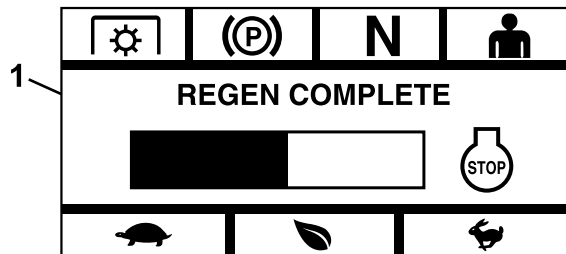

Figura 17
- **Finalizada** – si el proceso finaliza con éxito, el módulo muestra la pantalla Regeneración finalizada (Figura 17). Incluye un gráfico de barras con cuenta atrás de 5 minutos.